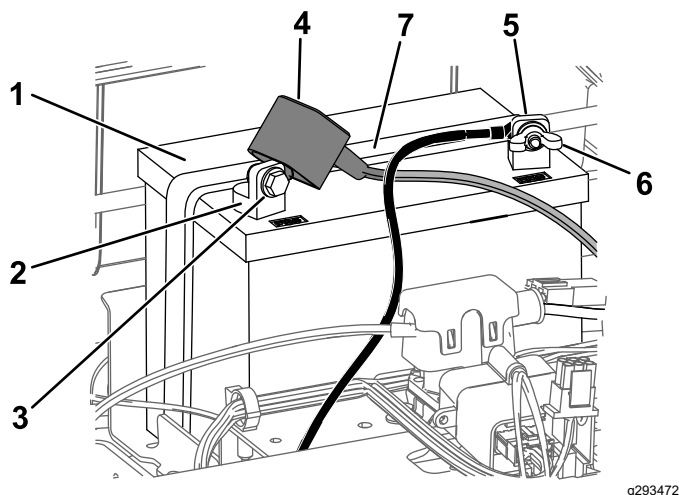

Figura 48
4. Deconectați cablul negativ (negru) de legare la masă de la suportul bateriei (Figura 48).
6. Deconectai cablul pozitiv (rou) de la borna bateriei (Figura 48).
7. Scoatei elementul de fixare a bateriei (Figura 48) și ridicai bateria din compartimentul său.
1. Amplasai bateria în compartimentul său (Figura 48).
5. Fixai bateria cu elementul de fixare (Figura 48).